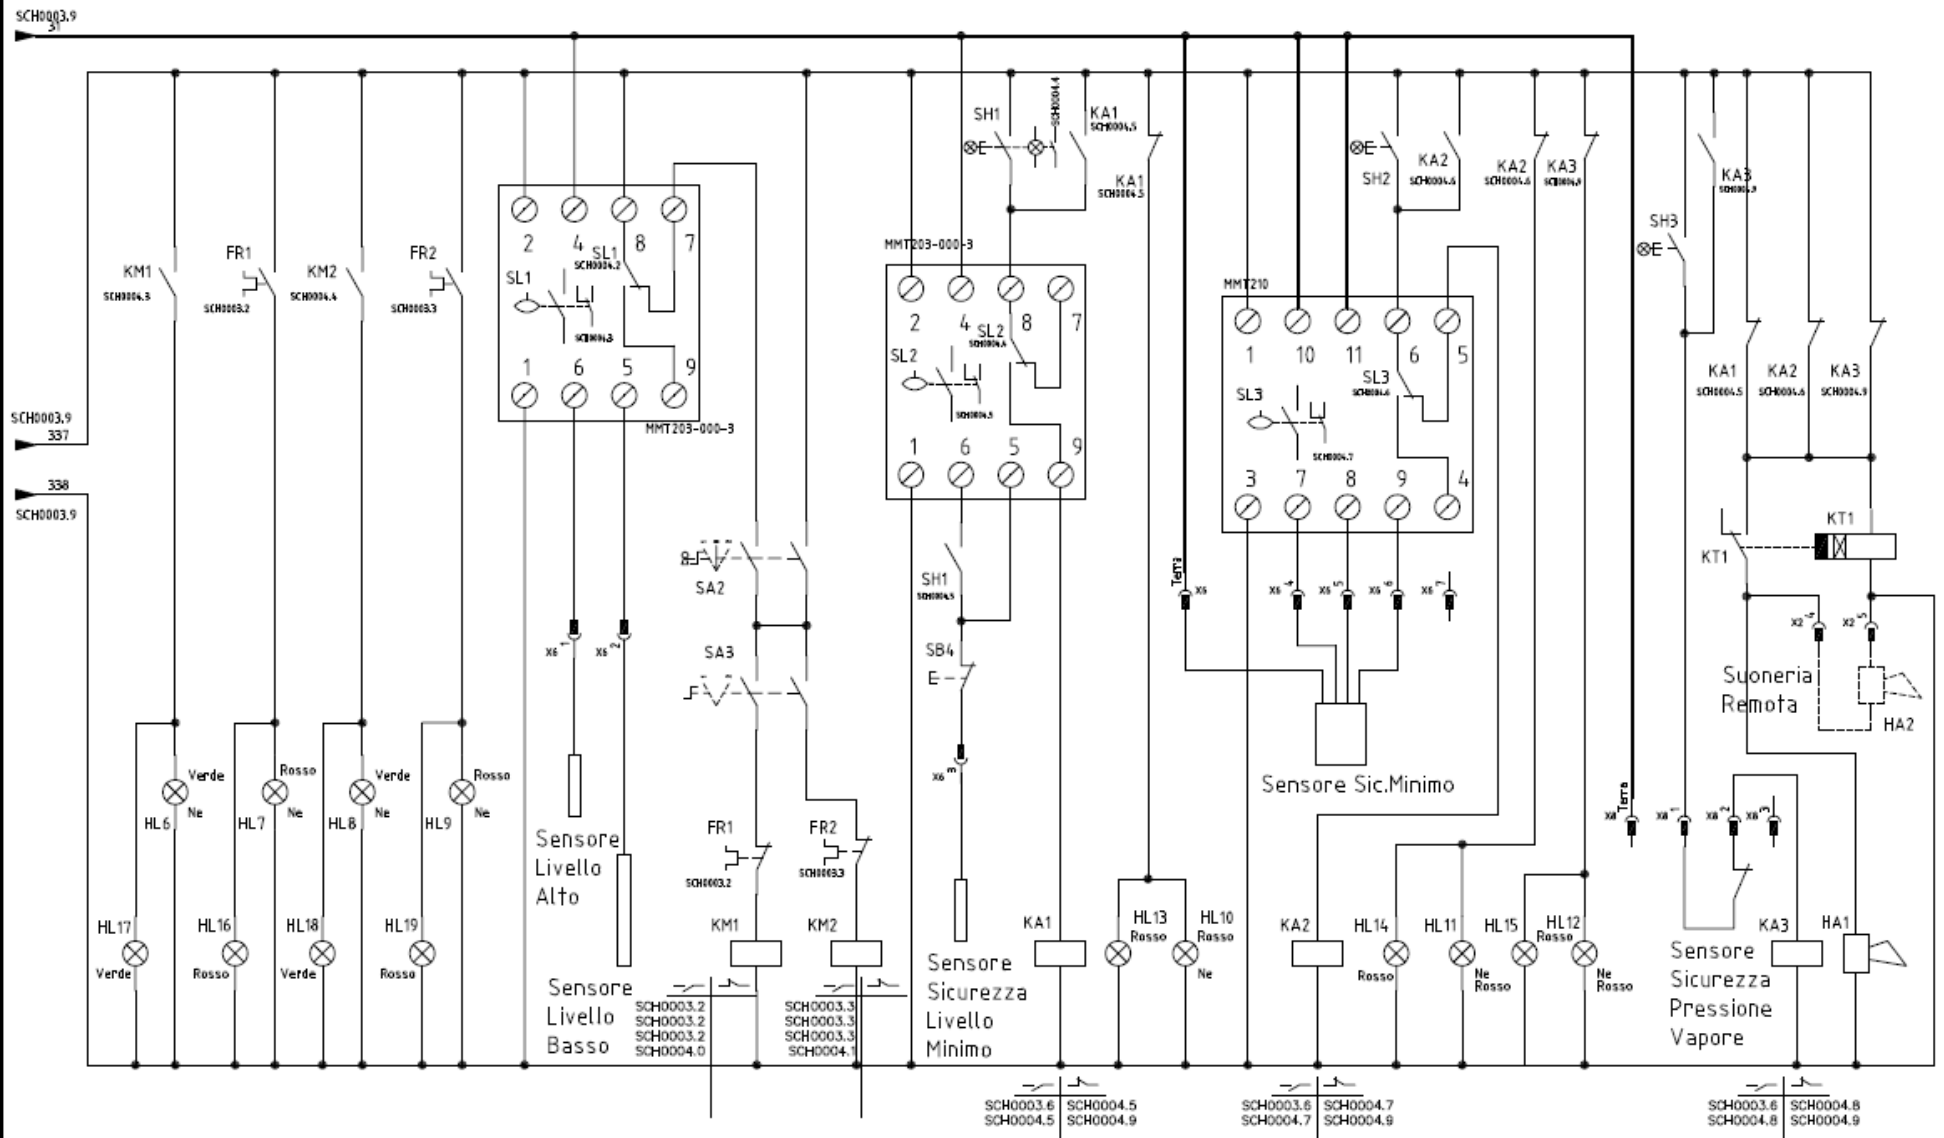

Рисунок 4
- снять крышку реле давления и повернуть регулировочный диск шкалы (3) до значения, определенного на основании графика, приведенного на рисунке 4: график регулировки дифференциального диска на стр. 12 соответствует желаемому дифференциалу; значение шкалы (2) + дифференциал – давление при котором реле останавливает работу горелки.
- дифференциальный диск (3) должен быть установлен в соответствии с графиком на рис. 4.